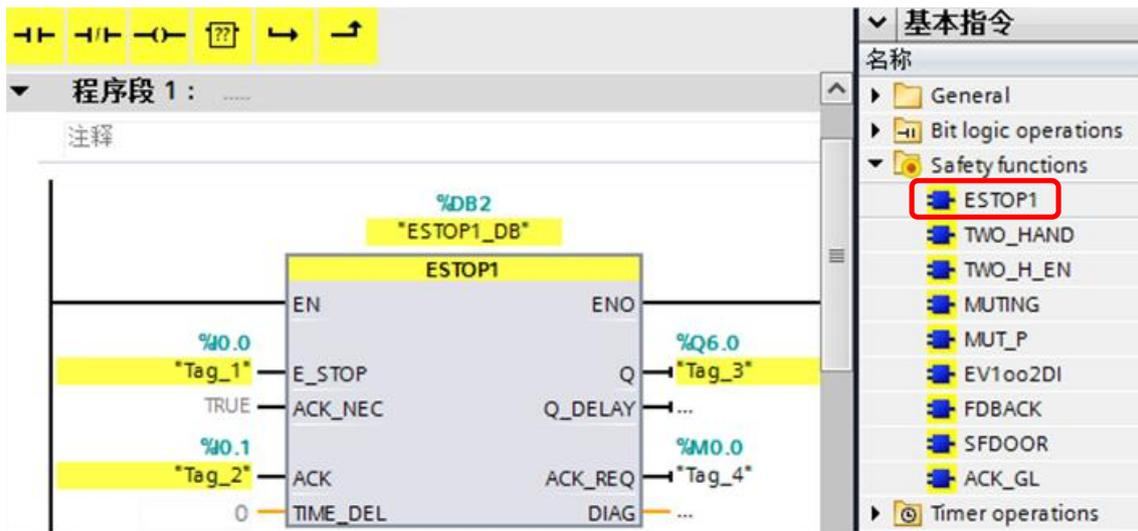

图 3-2 安全主程序
- 2) 打开安全主程序块 FB1，在右侧安全功能库中调用 ESTOP1 急停功能块，E\_STOP 输入管脚填写急停开关的硬件地址 I0.0，ACK 管脚填写故障复位开关的硬件地址 I0.1，Q 管脚填写 Q6.0，ACK\_REQ 为请求复位状态，分配地址 M0.0 进行监控，如图 3-2 所示。